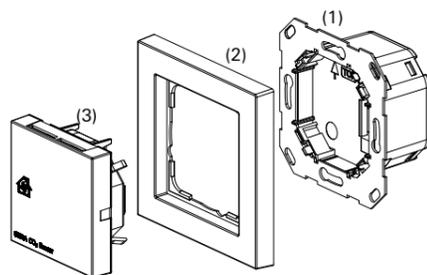

Abb. 1: Geräte-Teile
nach oben, siehe Abb. 1, UP-Einsatz (1).